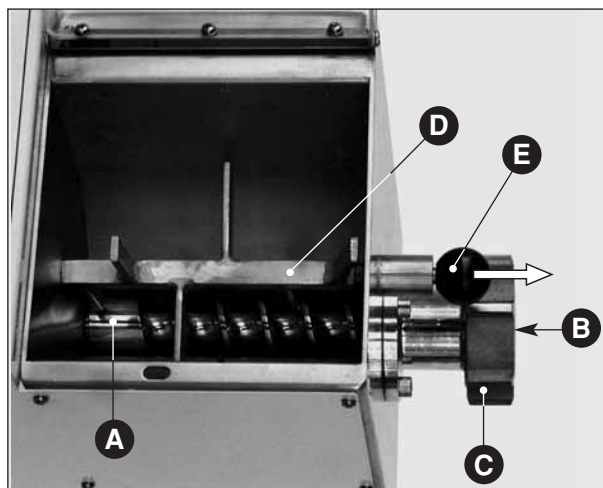

Fig. 1
Fig. 1 bis
- posicionar el seleccionador sobre "0" (Fig. 2 C), verifíquese el correcto montaje de la cóclea (Fig. 1 A), observando que la parte cilíndrica quede apoyada al árbol de arrastre;
- asegurarse también que el tapón de plástico (Fig. 1 B) sustitutivo de la hilera esté
bien posicionado y la abrazadera (Fig. 1 ⑥) bien cerrada;
- por último, bloquear el mezclador (Fig. 1 ⑦) en su alojamiento con el pomo (Fig. 1 ⑧) o atornillar el soporte móvil en la TR 75/E (Fig. 1 bis ver pág. 63).